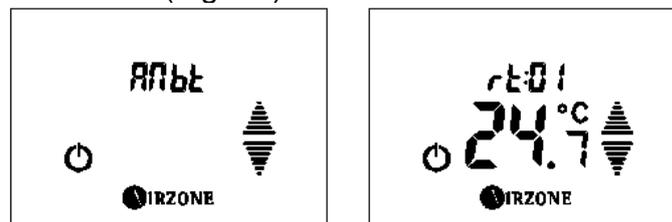

Fig. 90
- **Temperaturas ambientes de las zonas $A_{i\bar{i}b}$:** Este apartado mostrará las temperaturas ambientes de las distintas zonas del sistema. Para acceder, pulse  y mediante las flechas   podrá navegar entre las temperaturas ambientes de cada zona $r_{E:01}$. Si desea salir del menú pulse  para volver al menú anterior (Fig. 90)